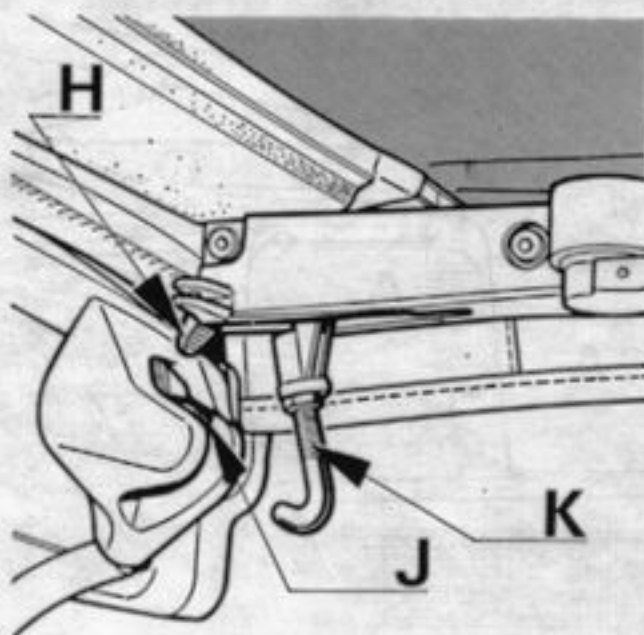
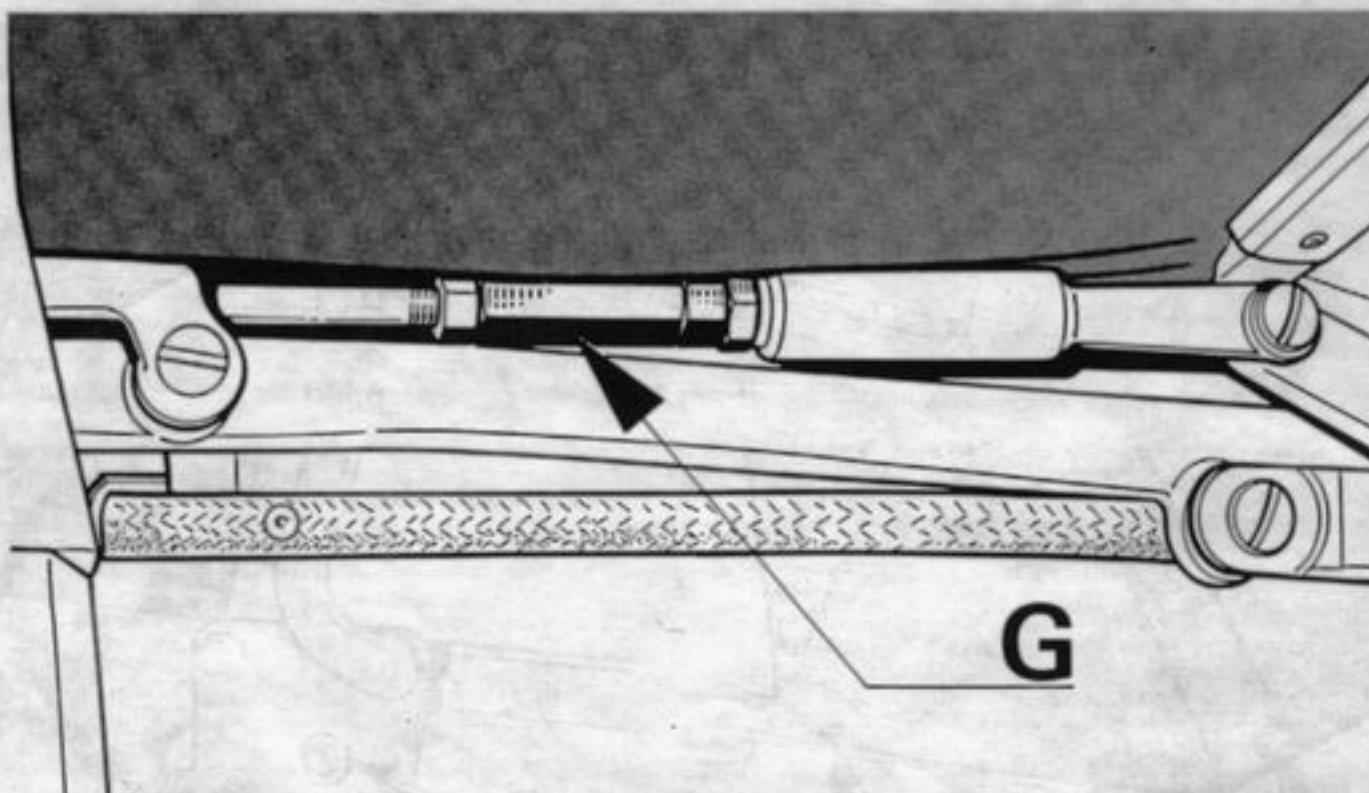

Figure 6
Figure 7
- Ramener l'ensemble de capote vers l'AV sans verrouiller la fermeture, (figure 6)
- Agir sur l'un des tendeurs latéraux (G, figure 7), pour ajuster le centrage de la capote, puis en agissant simultanément sur les deux tendeurs, régler la position des doigts de verrouillage AV (H) de telle sorte qu'ils coïncident avec le centre des gâches (J, figure 6)
Important : l'effort exercé sur la poignée ne devra être ni trop faible, ni trop fort, si nécessaire, régler le verrou (K, figure 6)